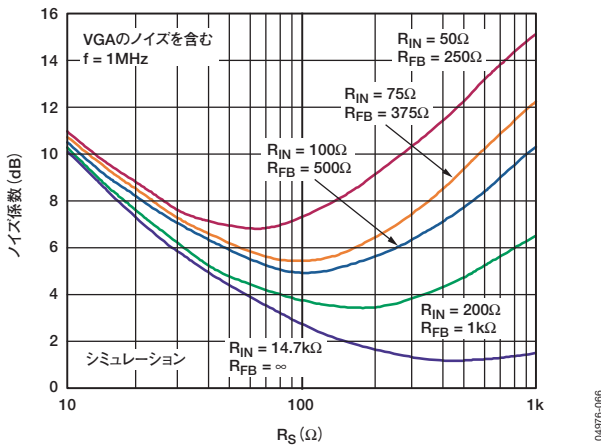

図56. さまざまな固定値の R_{IN} に対する R_S 対シミュレートされたノイズ指数 (アクティブ・マッチ)
図56は、信号源抵抗とシミュレートされたノイズ指数 (NF) の関係を表す図で、プリアンプの R_{IN} が 50Ω から $14.7k\Omega$ ($R_{FB}=\infty$ のときのピン PIP_X の値) のときのさまざまな値を示しています。この図に示すように、 $R_{IN}=50\Omega$ に対する最小のNFは、7dBをわずかに下回っています。なお、このプリアンプでは、NFは $50\sim 200\Omega$ の R_{IN} に対して最適化されています。 $R_{FB}=\infty$ の場合、最小のNFは約480 Ω で得られます。最適なノイズ抵抗は、入力換算電圧ノイズを電流ノイズで除算して計算することもできます。